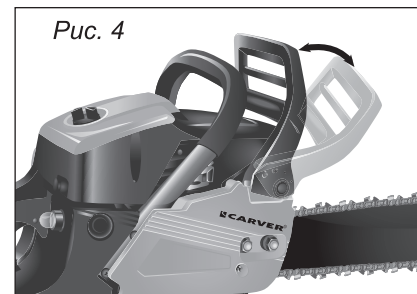

Рис. 4
- Тормоз цепи приводится в действие перемещением рычага брекера вперед и вниз в сторону шины. Для освобождения тормоза сместите рычаг брекера вверх и назад в сторону рукоятки до характерного щелчка (рис. 4).